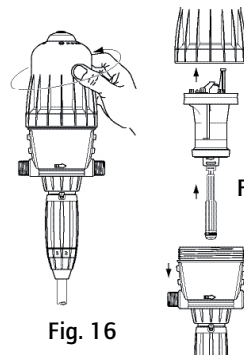

Fig. 16
- Dévisser la cloche à la main (Fig. 16) et la retirer.